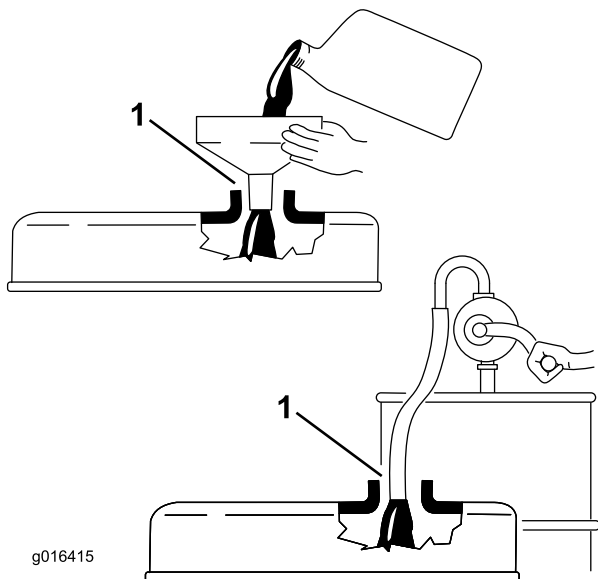

Figura 21
**Importante:** Assicuratevi che l'asta di livello non sia inserita nel relativo tubo mentre versate l'olio nel motore. In caso di aggiunta o rifornimento di olio, vi deve essere gioco tra il dispositivo e il foro di riempimento dell'olio nel coperchio della valvola, come mostrato in Figura 21. Il gioco è necessario per consentire l'aerazione durante il riempimento, prevenendo l'eccesso di olio nello sfiatatoio.